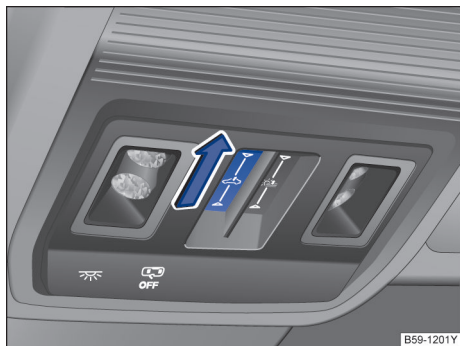

图 71 在顶棚中：打开天窗
- 手指在功能按键  凹槽内沿箭头方向快速向后滑动一下→图 71。